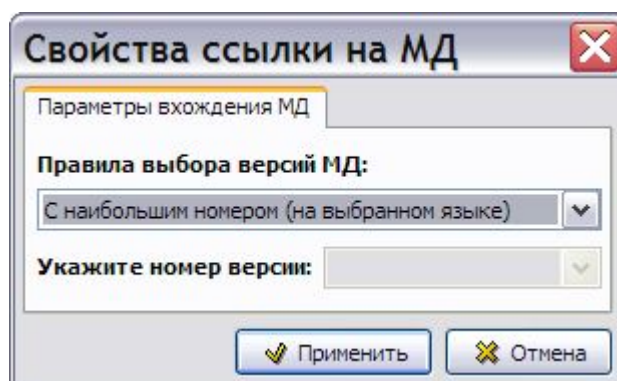

Рис. 11.25
8. Выделите модули данных, которые включены в состав публикации, и нажмите на кнопку **Свойства**  на панели инструментов правого окна редактора публикаций. В открывшемся окне **Свойства ссылки на МД** укажите правила выбора версий модулей данных (Рис. 11.25).